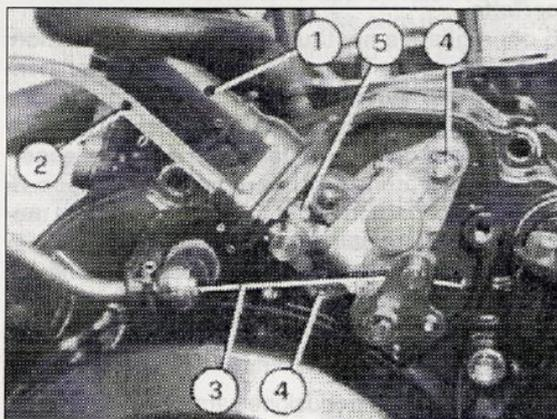

Fig. 30
28) QUALORA si richiedesse la sostituzione della pompa olio procedere come segue (Fig. 30):
28) IN CASE the oil pump must be replaced proceed as follows (Fig. 30):